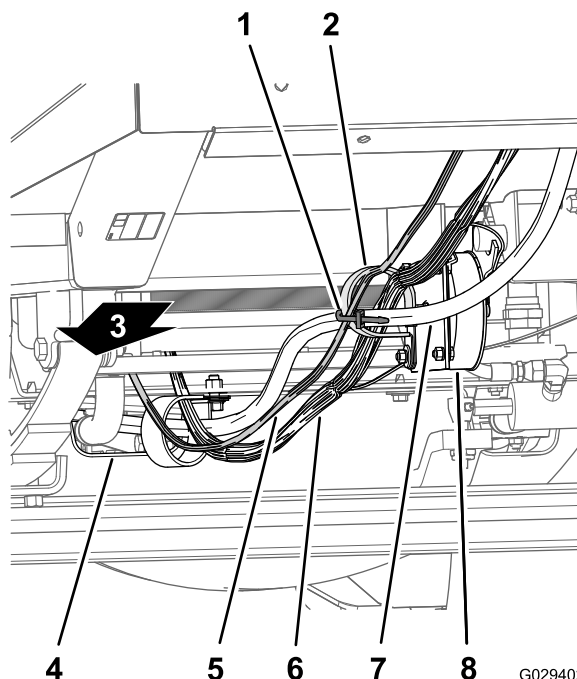
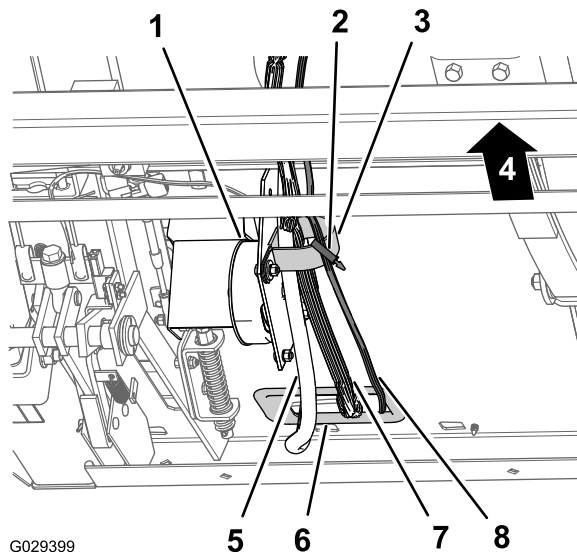

图12
图13
1. 沿着线束和机器的转向软管（散热器下），安装线束的240cm 仪表板支管，穿过散热器支架下面的 R 形软管夹和地面行驶速度控制线圈上的 R 形软管夹（图12 和 图13）。
2. 将 240cm 前围板线束布置到地面行驶速度控制线圈的 R 形夹（图12 和 图13）。